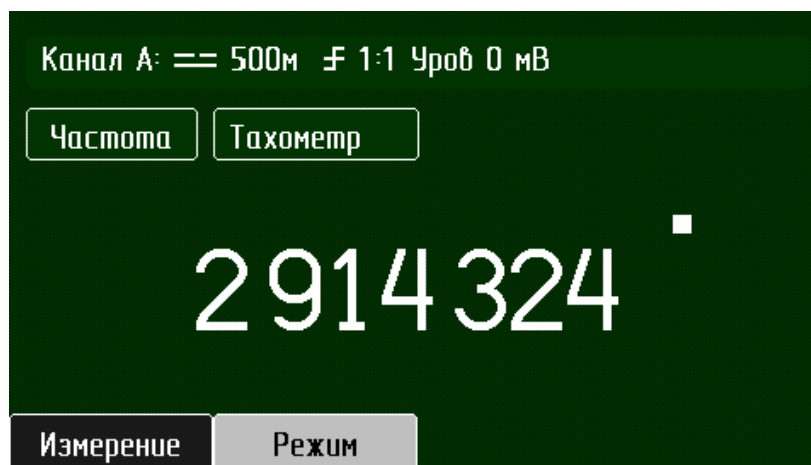

Рисунок 3.17 – Вид экрана для режима "Тахометр"
- **"Режим"** - режим измерения "Тахометр" (рисунок 3.17).